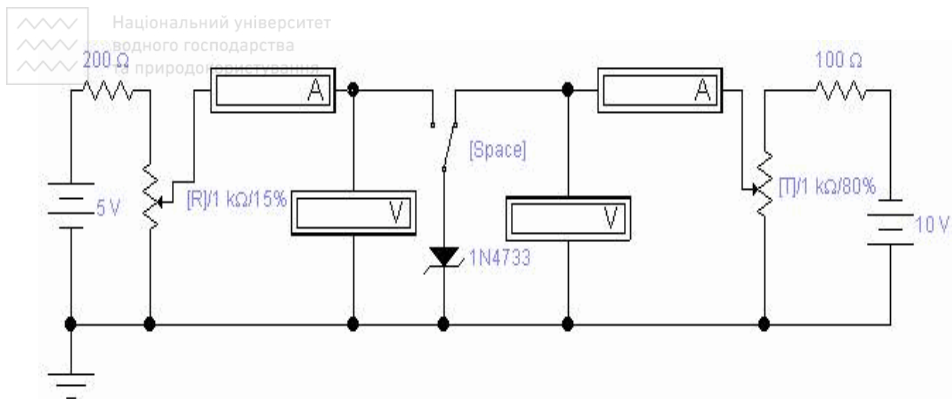

Рис. 8. Схема дослідження напівпровідникових стабілітронів.
14. Зібрати схему для дослідження параметрів стабілітрона (Рис. 8). Схема аналогічна схемі дослідження параметрів напівпровідникових діодів. З бібліотеки Diodes на робоче поле помістити стабілітрон.